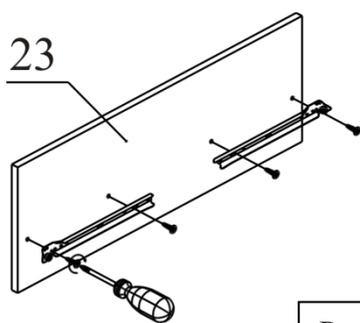

Рисунок 1
1. Используя шурупы 3,5x16 прикрутите роликовые направляющие на детали (поз. 23). См. рисунок 1.